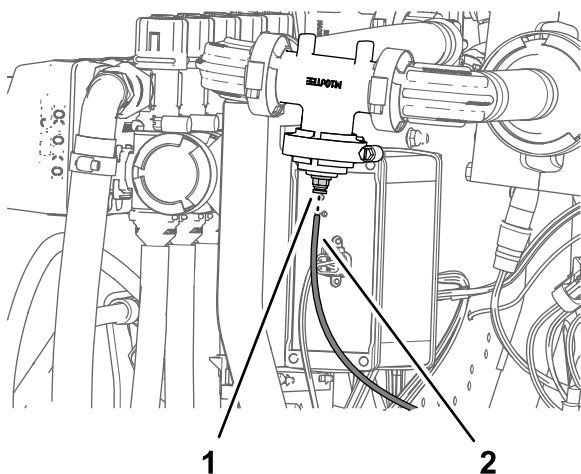

Рисунок 134
1. Подсоедините конец трубки датчика давления (пластиковой) для манометра на приборной панели к запорному кольцу соединительной муфты трубки (Рисунок 134).
2. Вставьте трубку датчика давления в запорное кольцо до полной посадки трубки (Рисунок 134).